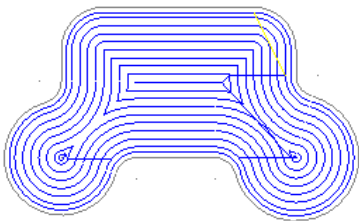

图 9.3.13 “平行环切”选项
- ☒ **平行环切**选项：该选项是根据每次切削边界产生一定偏移量，直到加工完成，刀具路线如图 9.3.13 所示，由于刀具进刀方向一致，使刀具切削稳定，但不能保证清除切削残料。